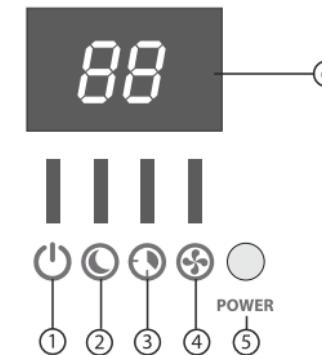

Рис. 2
Если пульт дистанционного управления утерян или его нельзя использовать в данный момент, вы можете использовать кнопку управления кондиционером «Power», которая находится на передней панели управления (см. Рис. 2)
На панели управления кондиционера присутствует дисплей, который показывает заданную и текущую температуру, а также индикаторы\*\*, отображающие режимы и параметры работы: электропитание, ночной режим, температура, таймер, работа компрессора (см. Рис. 2).
**Панель управления (Рис. 2)**